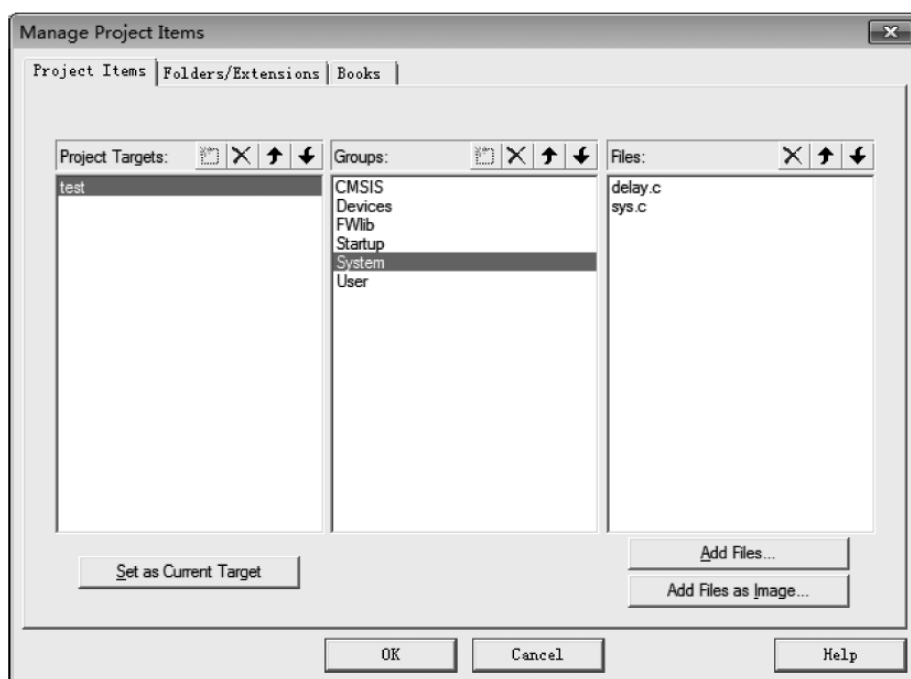

图 5.17 向 System 中添加内容
(5) System 组：STM32F103 系列的底层核心驱动函数中，delay.c 实现了基于 STM32 内部 SysTick 定时器的精确延时，分别实现了 SysTick 定时器的初始化，以及毫秒(ms)、微秒( $\mu$ s)级别的精确延时；sys.c 实现了系统中常用的功能函数。添加完毕如图 5.17 所示。